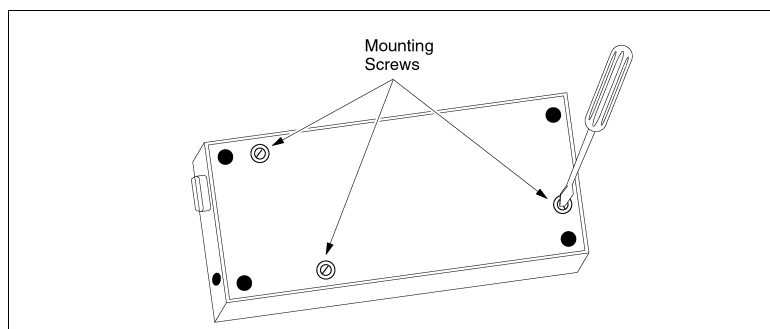

图 1-3 卸去 3 个安装螺丝
1. 用平头螺丝刀从 TD 200 的背后卸去 3 个螺丝。见图 1-3。